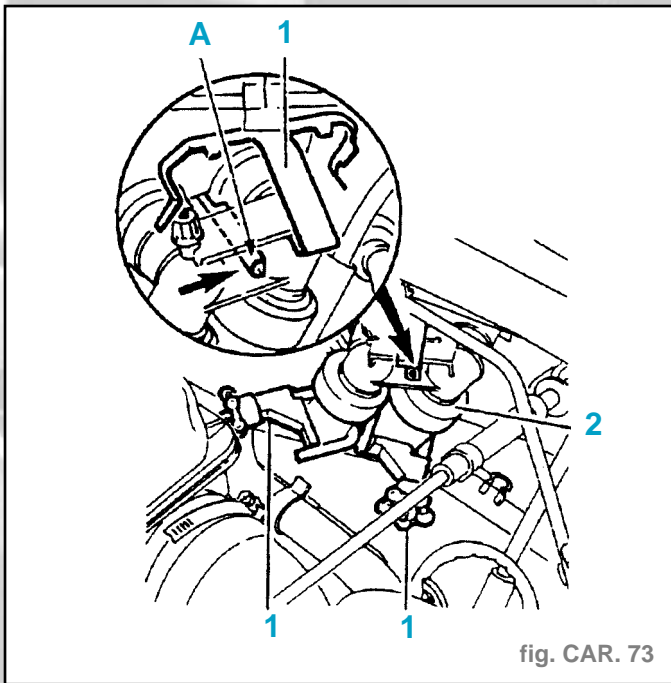
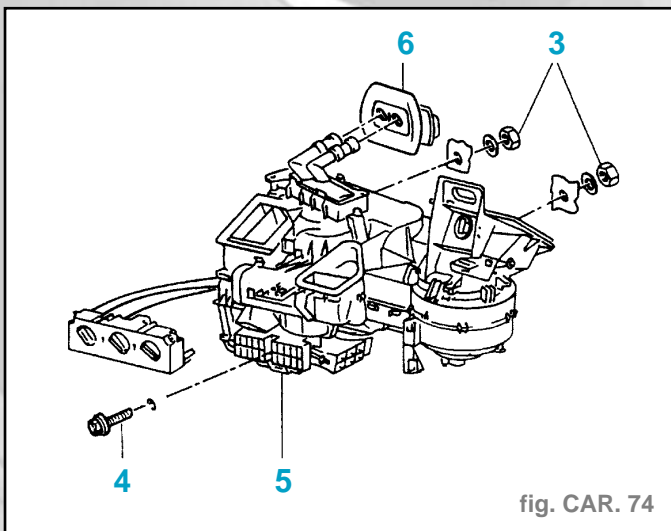

fig. CAR. 73
fig. CAR. 74
- Poser les outils (1) (fig. CAR. 73)
- Déposer l'agrafe (1).
- Dégrafer les raccords d'eau en (A).
- Dégager les raccords d'eau (2).
- Déposer les fixations (3) (fig. CAR. 74).
- la fixation (4),
- le climatiseur (5) et le passage gaine-tuyaux (6) avec une spatule en utilisant de l'eau savonneuse.